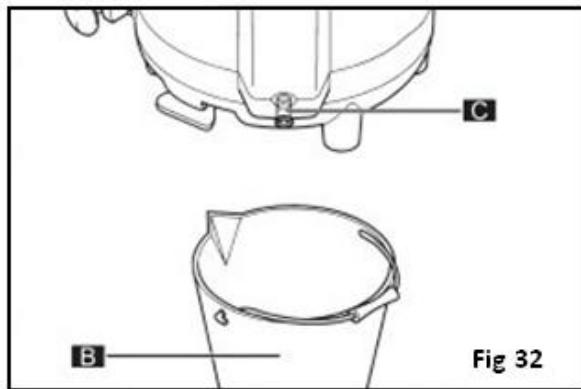

Fig 32
- Coloque um recipiente (B) com uma capacidade superior a 3 litros por baixo do bico de drenagem (C).
- Utilize uma moeda ou uma chave macho para desaparafusar o bico de drenagem (C).
- Puxe o bico para fora (C) com um movimento firme e aguarde até que toda a água seja esvaziada do depósito do jarro eléctrico (Fig. 32)